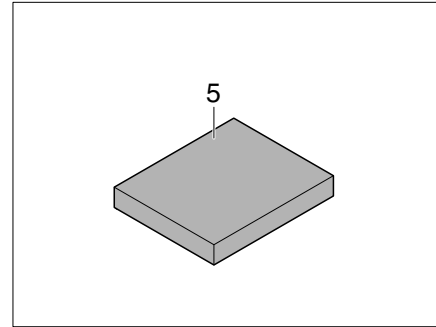

Fig. 195 Coussin supplémentaire
- Placer le coussin supplémentaire (Fig. 195, 5) au milieu sur la table.